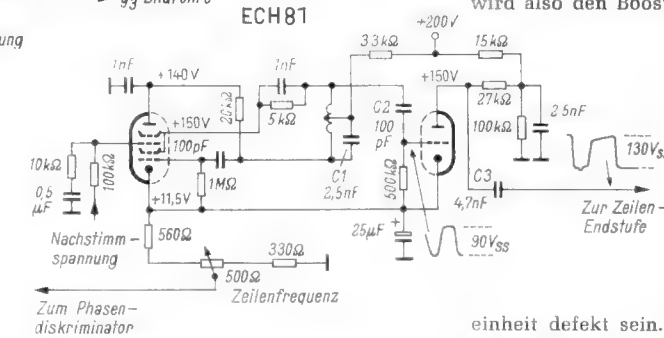

Bild 12. Zeilengenerator mit Nachstimmröhre
2. Steuerimpuls fehlt. Hier kann es sich nur um einen Fehler im Zeilengenerator (Bild 12) und im Impulsverstärker (der nicht in allen Geräten vorhanden ist) handeln. Man wird sich also zuerst davon überzeugen, ob der Generator schwingt. Die Aufnahme des Oszillogramms an der Sinusspule klärt das sofort (siehe Bild 12). Schwingt der Zeilengenerator nicht oder steht kein Oszillograf zur Verfügung, so wird man die Betriebsspannung messen, wobei die durch den Schwingstrom am Gitter 1 des Zeilengenerators entstandene negative Gittervorspannung, Sollwert  $-30 V$ , ebenfalls Auskunft über das Schwingen und die Schwingamplitude gibt. Außerhalb des Schwingzustandes hat das Gitter 1 keine negative Spannung und die Oszillatoranode (in Bild 12 Gitter 2 und 4) eine zu geringe Spannung, etwa noch 60 V. Anschließend wird noch der Impulsverstärker überprüft.
Bild 12 zeigt den Zeilengenerator. Dies ist ein ziemlich festgekoppelter Oszillator in Dreipunktschaltung. Das Schirmgitter, also Gitter 2 und 4 des H-Systems der Röhre ECH 81 dient hier als Oszillator-Anode. Parallel zum Schwingkreiskondensator C 1 liegt als veränderlicher induktiver Blindwiderstand das Elektrodensystem Katode, Gitter 3 und Anode der ECH 81, das vom Phasendiskriminator gesteuert wird (Näheres im Abschnitt 7). Es entsteht eine Sinusschwingung von 15 625 Hz (Zeilenfrequenz bei 625 Zeilen), die über den Kondensator C 2 dem Impulsverstärker zugeführt wird (Triodensystem der ECH 81). Dieser wird übersteuert, so daß an der Anode die gewünschte Kurvenform des Steuerimpulses für die Zeilen-Endstufe entsteht.